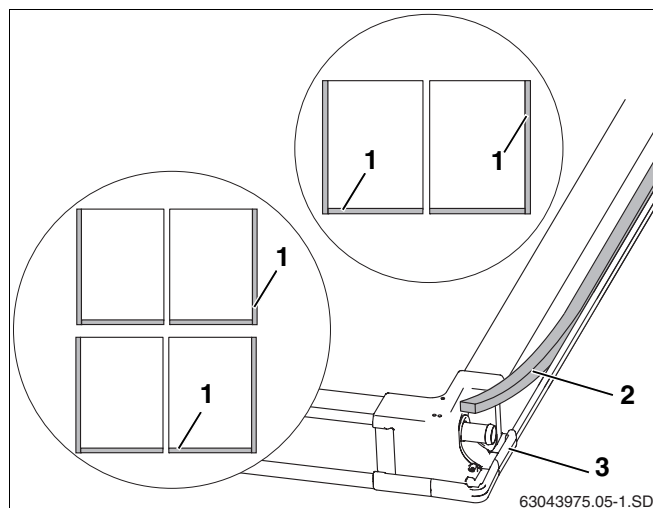

Fig. 23 Lato posteriore del collettore
I collegamenti tra le lamiere di copertura laterali e inferiori e i collettori (fig. 23, **pos. 1**) devono essere ermetizzati con il nastro sigillante.
- Disporre il nastro sigillante (fig. 23, **pos. 2**), con il lato adesivo davanti, nella parte inferiore dell'impugnatura sui lati esterni dei collettori esterni (fig. 23, **pos. 1**); eseguire l'operazione per ogni collettore, inclusi i raccordi ad angolo (fig. 23, **pos. 3**).